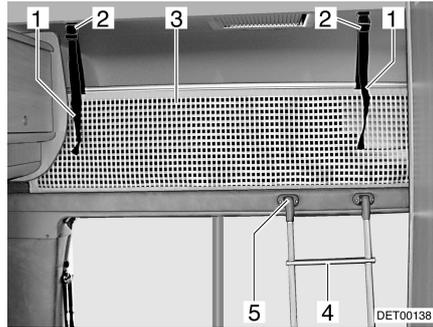

Fig. 35 Lit de capucine
Toujours monter sur le lit de capucine avec l'échelle de montée (Fig. 35,4) de série.
- Accrocher l'échelle par les longerons sur le bandeau du lit de capucine (Fig. 35,5) installé au bord du lit.
Le filet de sécurité (Fig. 35,3) de série est rangé entre le matelas et le sommier à lattes. Ne tendre le filet de sécurité qu'une fois que les personnes se trouvent dans la capucine.
- Faire s'enclencher les sangles de retenue (Fig. 35,1) dans les œillets du plafond (Fig. 35,2).